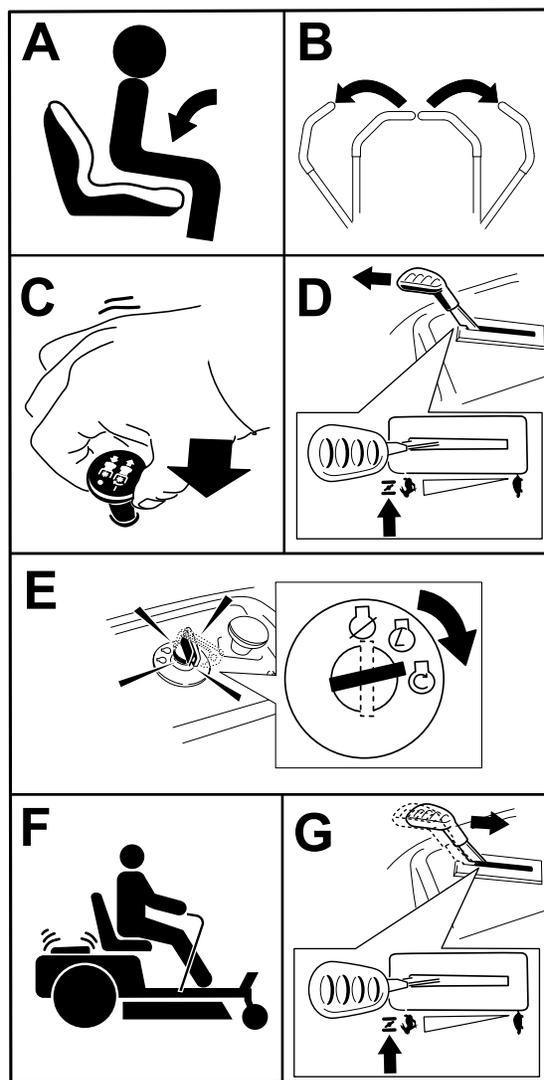

Figure 23
**Remarque:** Vous devrez éventuellement maintenir le levier contre la butée, à la position starter, pendant que vous tentez de démarrer le moteur (Figure 23).
1. Désengagez les lames en plaçant la commande des lames en position DÉSENGAGÉE (Figure 23).